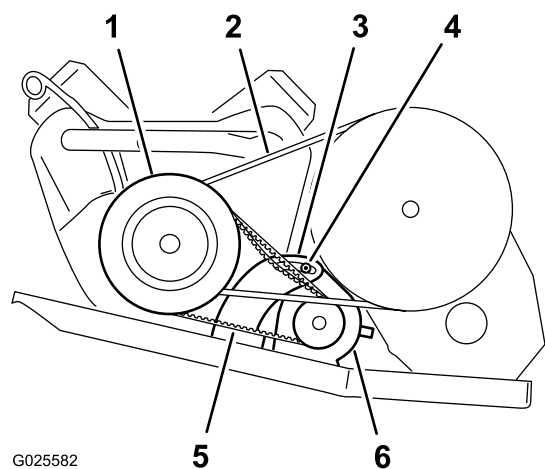

Figura 53
2. Desaperte a porca de articulação do gerador do motor de arranque (Figura 53).
4. Pressione o pé-de-cabra para rodar o motor de arranque na ranhura até a tensão da correia permitir apenas 6 mm de deflexão da correia com 44 N de força (Figura 53).
5. Aperte a porca de articulação à mão e retire o pé-de-cabra (Figura 53).